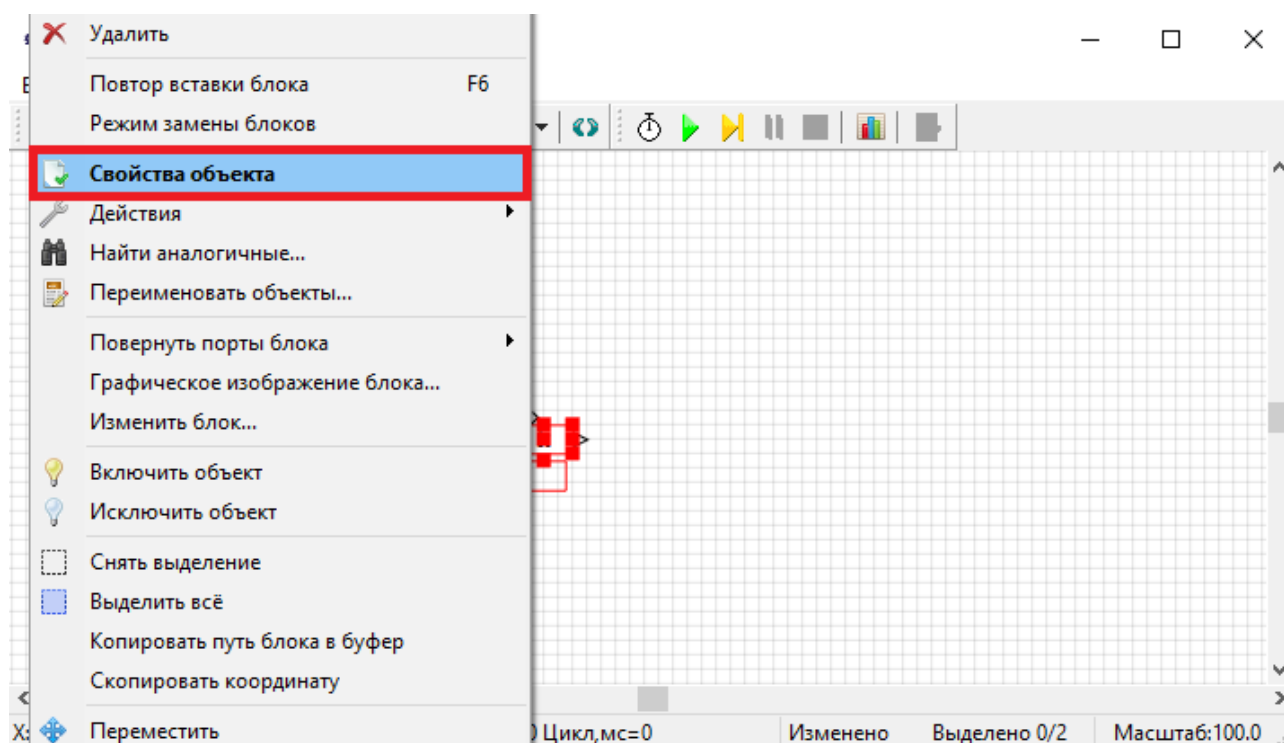

Рисунок 2.2.8. Пункт **«Свойства объекта»** в контекстном меню блока.
- 1) Выделив блок, нажатием правой кнопки мыши вызвать контекстное меню, в котором выбрать пункт **«Свойства объекта»** (Рисунок 2.2.8).